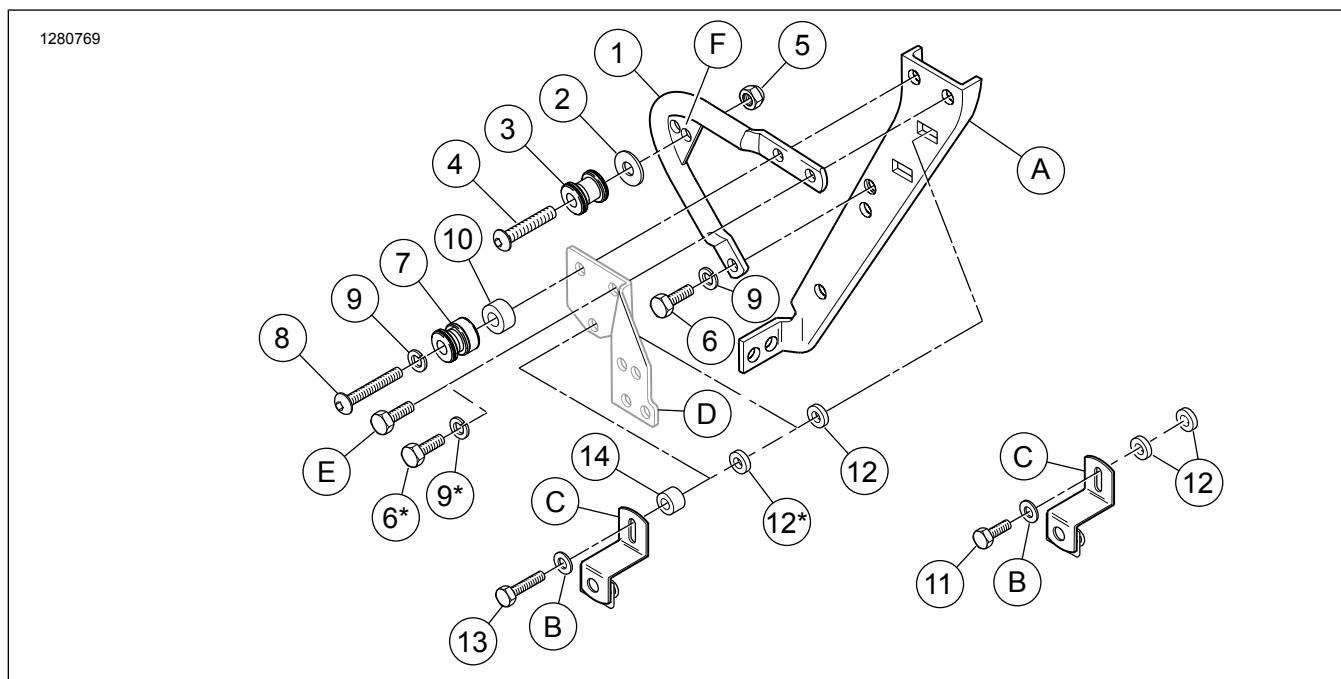

Рисунок 1. Содержимое комплекта Комплект задней стыковочной точки
Рисунок 1 показывает расположение установки для комплекта передней стыковочной точки (53803-06) и задней стыковочной точки (53804-06).
3. См. Рисунок 1 . Удалите крепеж ОЕ в двух верхних отверстиях опорного кронштейна кофра (А) с одной стороны транспортного средства. Резьбой заводских крепежных элементов в приварные гайки на опорном кронштейне.
См. Рисунок 1 . Монтажные кронштейны задней стыковочной точки (1) имеют боковую ориентацию. Монтажные поверхности на каждом конце трубки смещены к крылу.
- 4. При необходимости отрегулируйте кронштейны (1) до надлежащей ширины, осторожно сжимая или разводя кронштейны до нужного прилегания к аксессуару.
- 5. См. Рисунок 1 . Установите монтажный кронштейн кофра OE , как описано в следующем разделе.